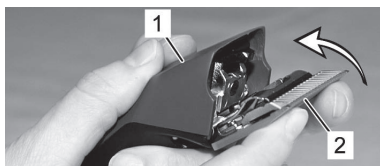

Fig. 15
6. Fest klippehodet på bladhengselet, og fold den inn på den påslåtte klippemaskinen med et lett trykk (Fig. 15, 16, 17).